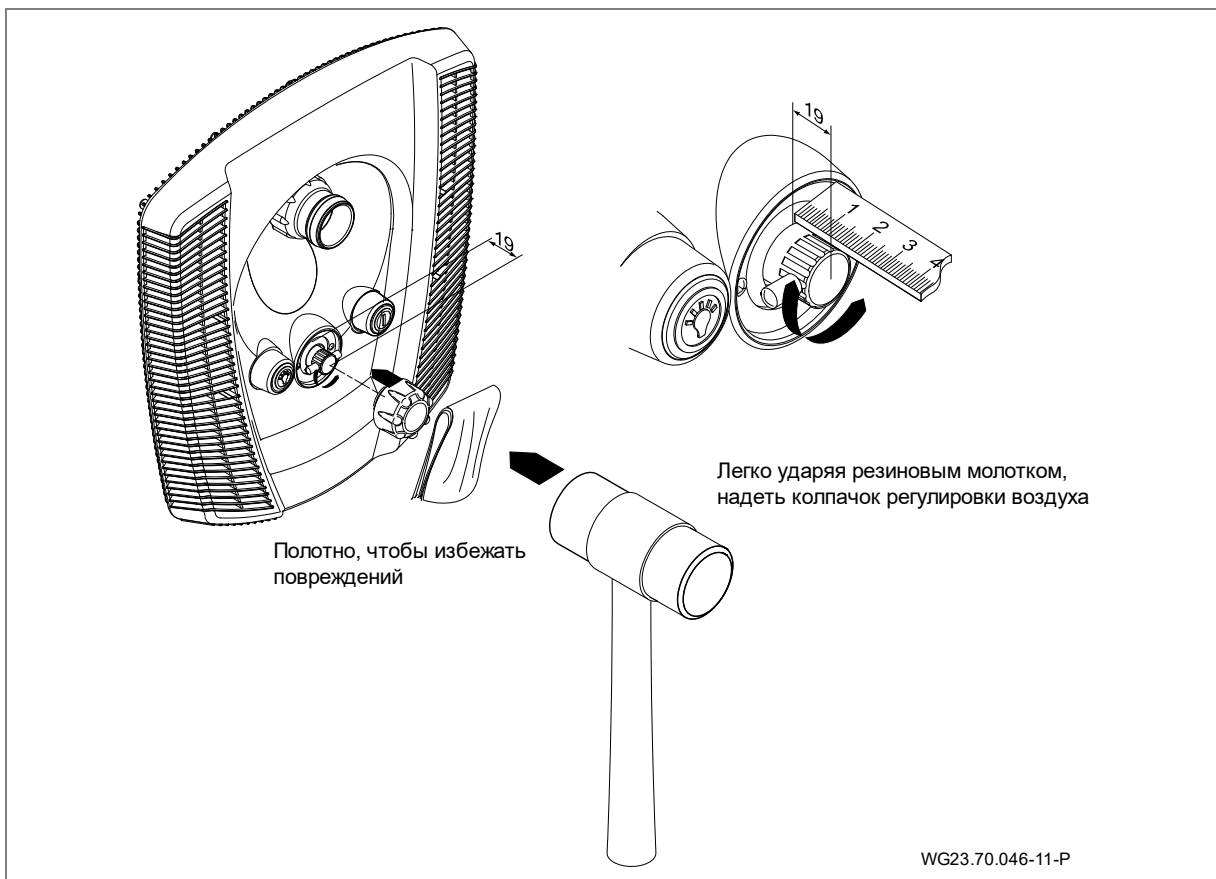

Рис. 20
8. Установить заглушку системы регулирования воздуха. (Рис. 20)
9. Подсоединить струйный насос (92) с помощью половинного резьбового соединения (98, 99, 100), резинового уголка (79) и соответствующих зажимов (75) на встраиваемом корпусе (1) со стороны всасывания и стороны нагнетания.